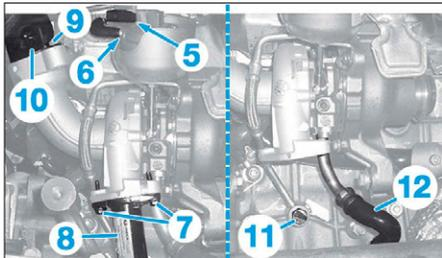

FIG. 65
- les vis (2),
- le conduit (3),
- le support précatalyseur (4).
- Débrancher le connecteur (5) (Fig.65).
- Désaccoupler le tuyau (6).
- les vis (7),
- le conduit d'air (8),
- la vis (9).
- Désaccoupler le raccord de sortie d'air (10).